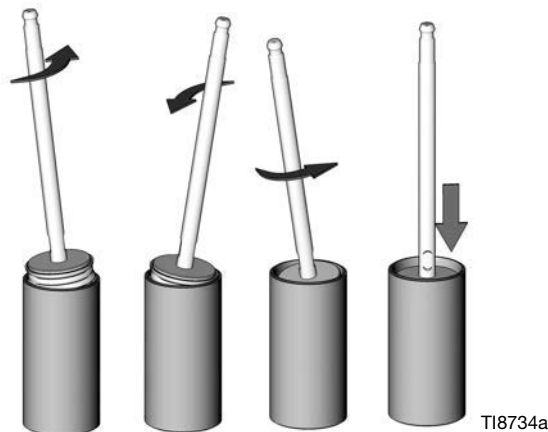

Рис. 6. Установка поршня в цилиндр
1. Установите заглушки (50, 52) в верхний (8) и нижний (7) материальный корпус.
2. Установите клапан сброса давления (48) в верхний корпус (8) прямо напротив того места, куда будет закреплен распределительный блок (49). Момент затяжки клапана сброса давления (48): 11–15 Н•м (100–135 дюйм-фунтов).
3. Зафиксируйте корпус нижнего блока (7) в тисках.
4. Установите шток насоса в цилиндр (6). Нанесите смазку на внутреннюю поверхность цилиндра (6). Опустите поршень в сборе в цилиндр (6). Поверните поршень, как показано на Рис. 6.